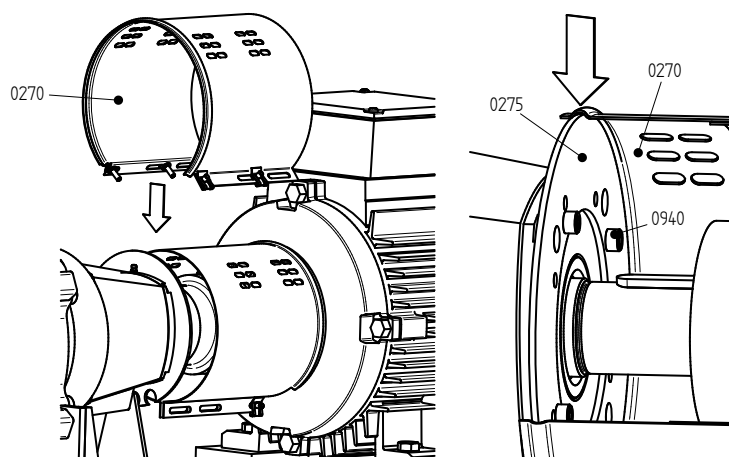

Рисунок 10: Установка кожуха на стороне насоса.
- 1 Выверните болты (0940) и снимите монтажную пластину (0275) с кронштейна для подшипника (2100). См. рисунок 10.
- 3 Установите монтажную пластину (0275) на кронштейн подшипника (2100) с болтами (0940). См. рисунок 10.